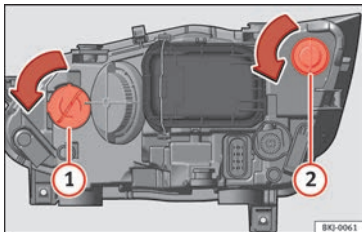

Abb. 113 Im Motorraum: Glühlampe Blinker ① und Glühlampe Tagfahrlicht / Standlicht ②.
- Drehen Sie den Lampenträger » Abb. 113 ① oder ② nach links und ziehen Sie.